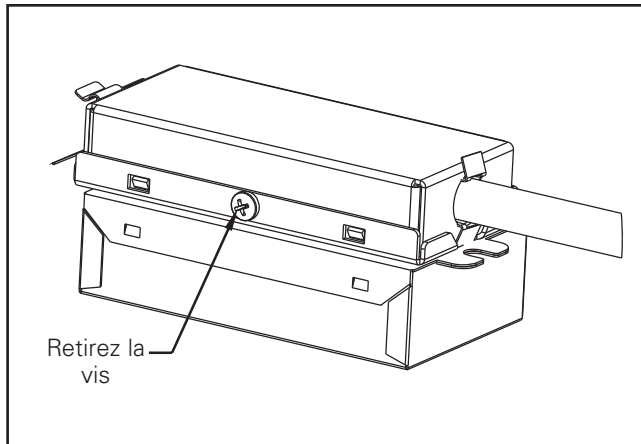

Figure 10
2. Retirez la vis du circuit (voir la figure 10).